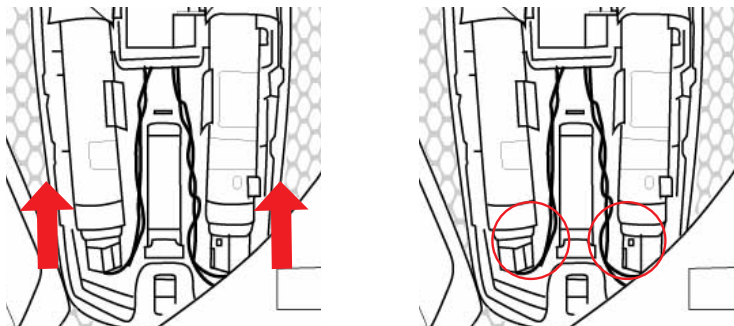

Figura 25: Come staccare l'alloggiamento dei gonfiatori rimovibile (18) dal sistema tirandolo verso l'alto
2. Una volta staccate tutte le clip dell'Airbag, ruotare il sistema con la protezione per la schiena (11) rivolta verso l'alto, aprire la cerniera inferiore del contenitore della sacca d'idratazione (9), tirare verso il basso la linguetta rossa presente nella parte inferiore della cover dell'elettronica di sistema (16) e sollevare quest'ultima.
3. Una volta sollevata la cover dell'elettronica di sistema (16), l'utente può staccare tutti i componenti elettronici (13-15-19) e i gonfiatori a gas (17) semplicemente spingendo verso l'alto l'alloggiamento rimovibile dei gonfiatori (18) (vedi Figura 25). L'utente può farlo mettendo i due pollici alla base della piccola "scatola nera" che contiene l'unità di controllo elettronico (13) (situata n e l l a parte superiore dell'alloggiamento) e spingendo con forza verso l'alto; una volta che l'utente percepisce uno scatto, può successivamente sollevare facilmente l'intero alloggiamento rimovibile dei gonfiatori (18).